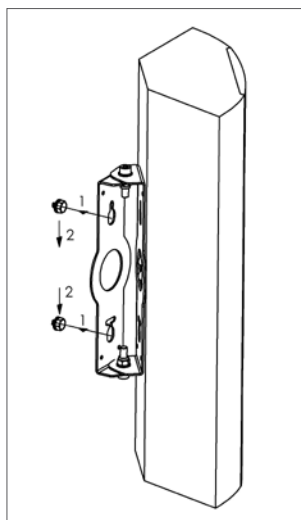

FIG.7b
1. Befestigen Sie den Lautsprecher an der Wand, indem Sie die Ausnehmungen des Montagebügels über die Köpfe der in die Wand geschraubten Schrauben schieben (Bild 7b).